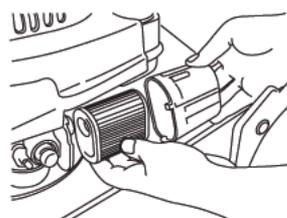

Figura 24
1. Gire la cubierta del filtro para retirarla (Figura 24).